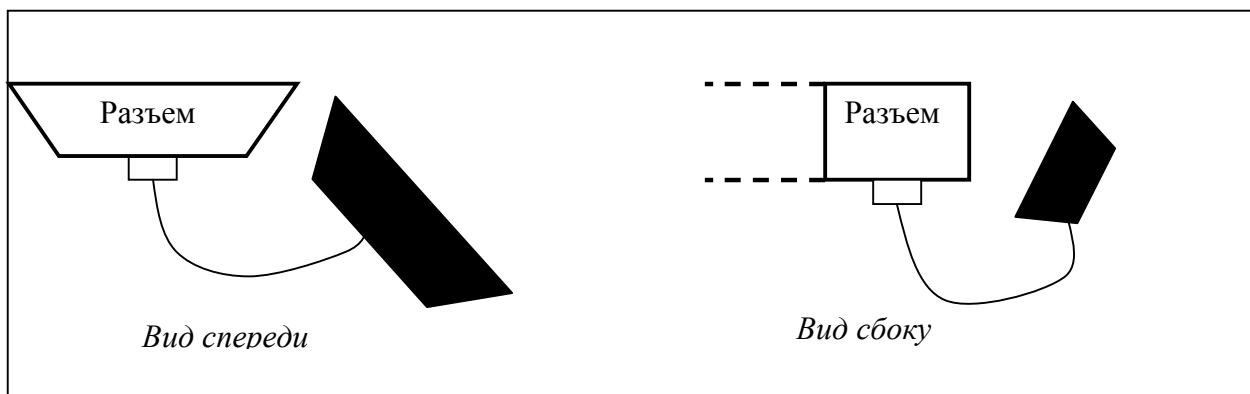

Рис. 13. Защитный кожух.
- небольшой кожух из мягкого пластика, закрывающий контакты разъема OBDII (см. Рис. 13);